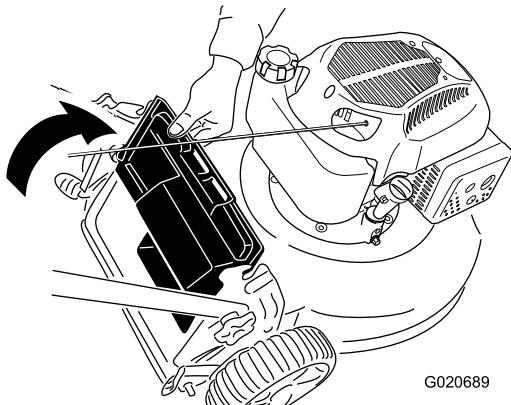

Рисунок 20
- Поднимите и удерживайте задний отражатель (Рисунок 20).